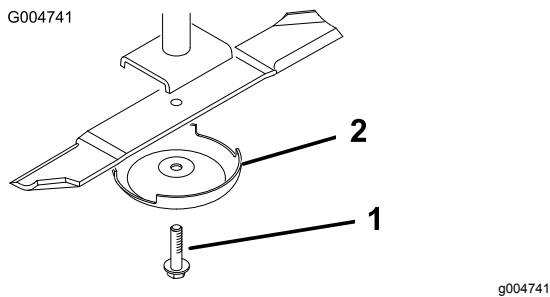

Figura 72
3. Togliete il bullone, la coppa antistrappo e la lama dall'asse del mandrino (Figura 72).